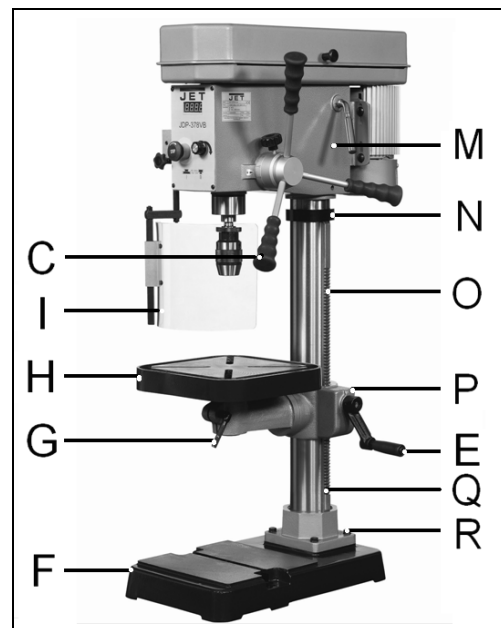

Fig 3
Fixer la colonne (Q, Fig. 3) au socle (F); bien serrer les 4 vis borgnes (R).
Monter sur la colonne la flasque de la colonne (P, Fig 3) avec la crémaillère jointe (O).
Fixer la table de travail (H, Fig 3).
Visser le levier de serrage (G, Fig 3).
Fixer le protecteur du mandrin (I, Fig 3).